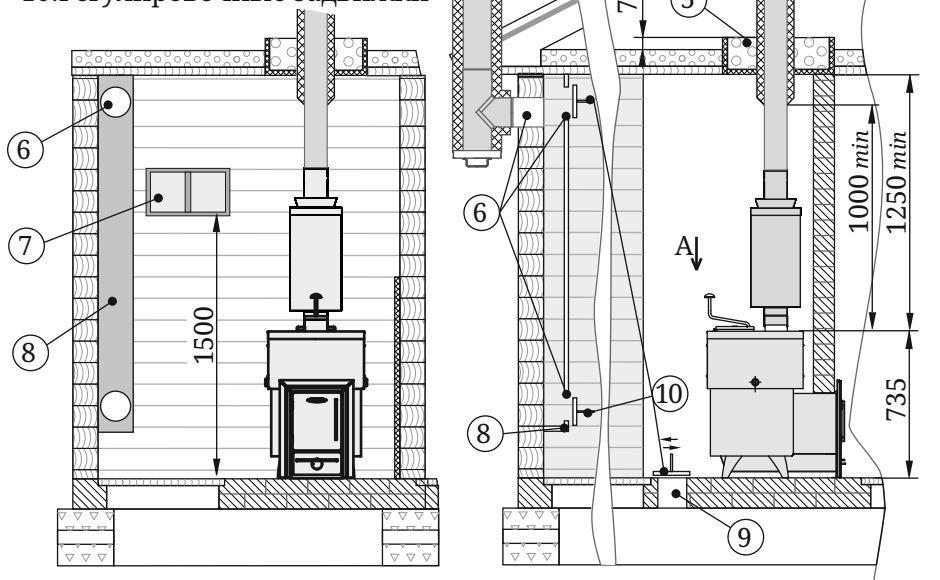

Рисунок 7. Монтаж печи в помещении с перегородкой из горючего материала
- пол из горючих и трудногорючих материалов перед дверцей топки — металлическим листом размером 700×500 мм (рисунок 7).
Для обеспечения хорошего воздухообмена, вентиляции и обеспечения оптимальных кондиций русской паровой бани, в парной рекомендуется организовать приточно-вытяжную вентиляцию (см. рисунок 7).